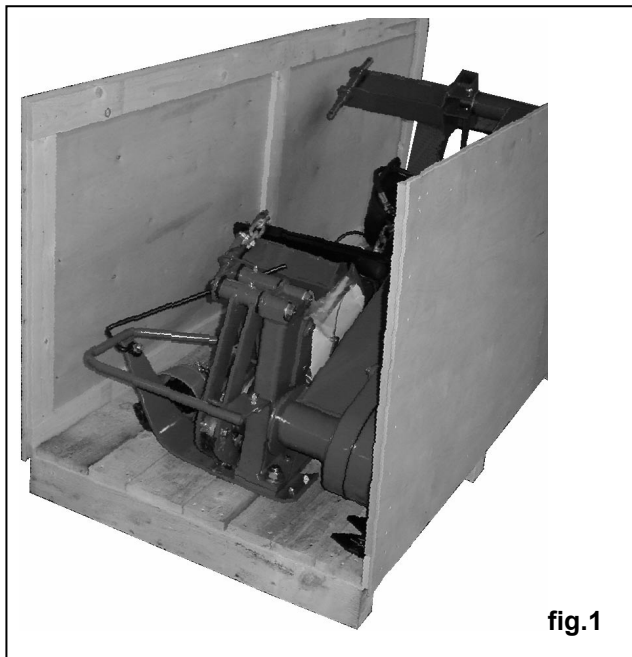

fig.1
- aprire la cassa d'imballo (fig.1);
- open the packing crate (fig.1);
- ouvrir la caisse d'emballage (fig.1);
- abrir la caja de embalaje (fig.1);
- Den Verschlag öffnen (Abb.1);